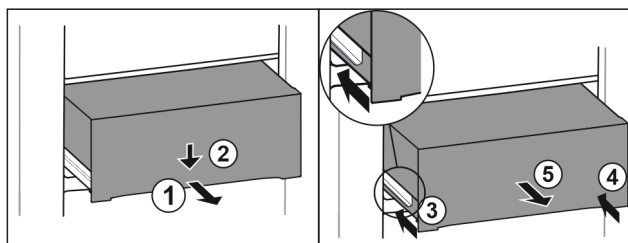

Fig. 129
- ▶ Tirer le tiroir jusqu'à mi-chemin. Fig. 129 (1)
- ▶ Appuyer sur l'avant du tiroir vers le bas. Fig. 129 (2)
- ▶ Insérer le rail gauche d'env. 2 cm (13/16 in). Fig. 129 (3)
- ▶ Insérer le rail droit d'env. 2 cm (13/16 in). Fig. 129 (4)
- ▶ Retirer le tiroir par l'avant. Fig. 129 (5)